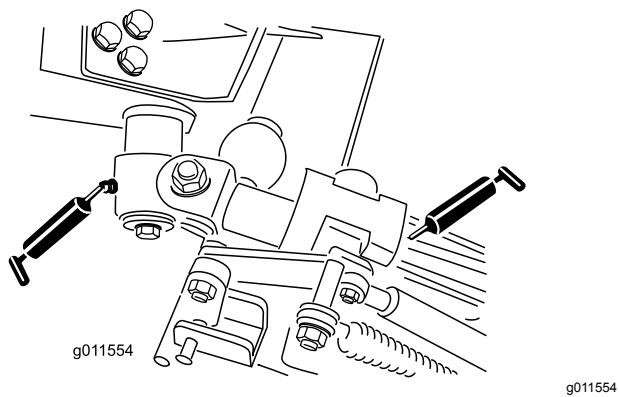

Figura 69
- Boccole orientabili (2) della leva a squadra (Figura 69)
- Boccole (4) del braccio posteriore (Figura 69).